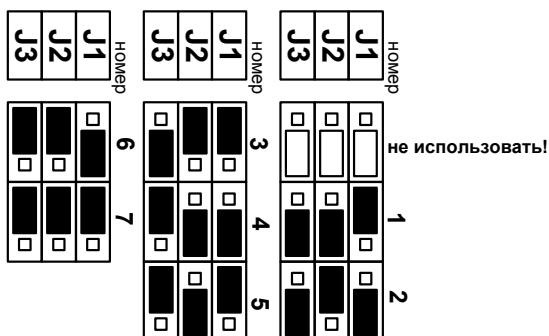

Рис.2. Установка номера АБВ.
5.4 Выставьте номер АБВ, переведя в нужное положение замыкатели переключателей J1- J3 на плате АБВ (см. рис. 2). Нулевой номер зарезервирован для использования встроенным адаптером пульта консьержа и не должен использоваться.
5.5 Выполните подключение линий связи согласно приведенной монтажной схеме (рис. 2) в следующем порядке:
Линию связи с кабелем "RJ45" необходимо вести двумя отдельными экранированными кабелями от выводов 1,3,4 и 2,5,7,8 АБВ соответственно (см. рис. 2).